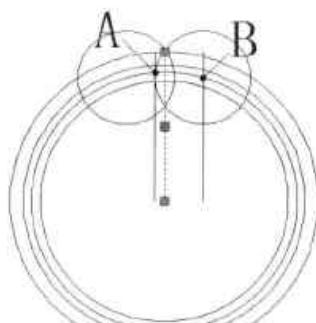

图12-44 镜像辅助圆
**Step07** 执行“镜像”命令，以垂直辅助线为镜像中心，对辅助圆进行镜像操作，结果如图 12-44 所示。